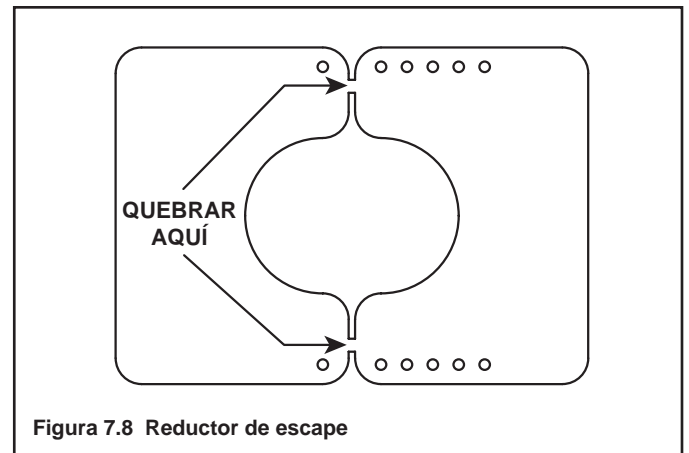

Figura 7.8 Reductor de escape
2. Quiebre el reductor de escape en dos partes. Usted puede hacerlo doblando la pieza de atrás para adelante hasta que se quiebre (vea la Figura 7.8).